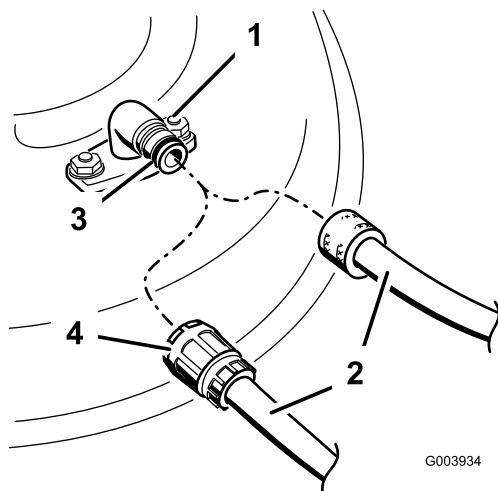

Figura 62
3. Montate il manicotto del tubo flessibile sul raccordo di lavaggio del tosaerba, quindi aprite il rubinetto per erogare un getto forte (Figura 62).